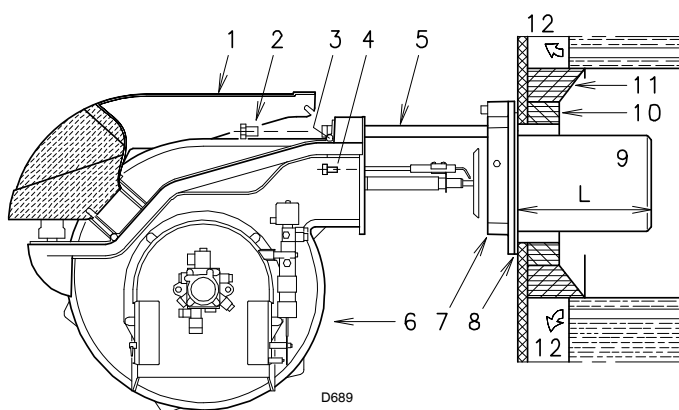

Fig. 7
5.4 Longueur gueulard (Fig. 7)
Pour les chaudières dont la partie frontale est refroidie par eau, le revêtement réfractaire 10) -11) (Fig. 7), n'est pas nécessaire, sauf indication expresse du constructeur de la chaudière.
Une fois cette opération effectuée, fixer la bride 7) (Fig. 7) à la plaque de la chaudière en installant le joint 8) fourni de série. Utiliser les 4 vis fournies après en avoir protégé le filetage avec des produits antigrippants (graisse pour hautes températures, compounds, graphite).
- Ouvrir le brûleur sur les guides comme indiqué (Fig. 7 page 12).